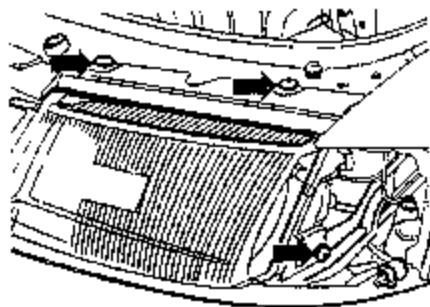

图 11-61 拆卸反射罩螺栓
⑥拧开固定螺栓，如图 11-61 箭头所示。
(2) 前大灯的安装
- ①使用粘全带保护前大灯范围中的框架。小心地从头开始把前大灯放入车体的前大灯凹口中。在放入前大灯时，必须把框架（窗的外框）及散热器栅格稍微旋压到侧面。
- ②把前大灯部件侧面地向里面塞到销子紧固中。
- ③旋紧图 11-61 中的固定螺栓（ $3.5\text{N}\cdot\text{m}$ ），并且按照均匀的间隙尺寸检查前大灯的安装位置。